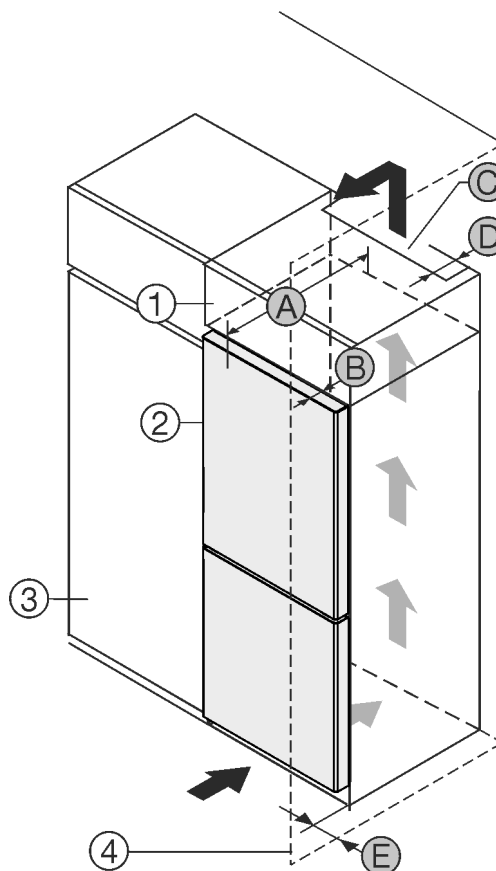

Fig. 1
Urządzenie można ustawić bezpośrednio obok szafki kuchennej Fig. 1 (3).
Na tylnej ścianie szafki nasadzonej wymagany jest wywiewny kanał wentylacyjny o głębokości Fig. 1 (D) na całej szerokości szafki.
Pod sufitem pomieszczenia należy zachować przekrój wentylacyjny Fig. 1 (C).
Jeżeli urządzenie będzie ustawiane z zawiasami do ściany Fig. 1 (4), to pomiędzy urządzeniem i ścianą należy zachować minimalny odstęp, wynoszący 13 mm.
Jeżeli urządzenie będzie ustawiane z zawiasami do ściany *Fig. 1 (4)*, to pomiędzy urządzeniem i ścianą należy zachować minimalny odstęp, wynoszący 20 mm.
By móc całkowicie otworzyć drzwi, urządzenie musi wystawać przynajmniej o głębokość drzwi *Fig. 1 (B)* za front szafki kuchennej. W zależności od głębokości szafek kuchennych *Fig. 1 (3)* oraz od zastosowania elementów dystansowych urządzenie może wystawać jeszcze bardziej.